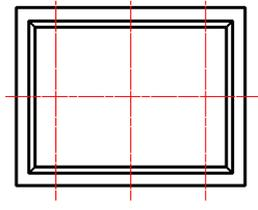

图 17.5.10 偏移中心线 2
(2) 偏移中心线 2。用 **修改(M)** → **偏移(S)** 命令，将水平中心线向下偏移，偏移距离值为 290，完成后如图 17.5.10 所示。